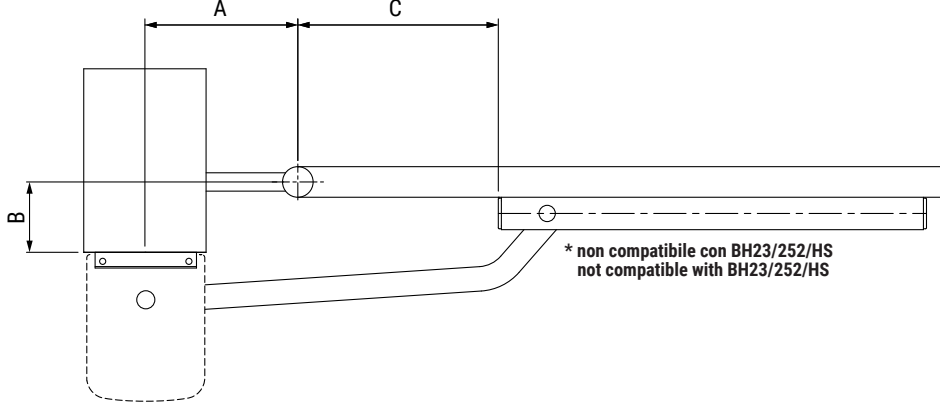

Fig. 1
1. Fixer l'étrier arrière KT209 (1) à niveau conformément aux cotes d'installation indiquées dans le tableaux (Fig. 1).
2. Le portail entièrement fermé, placer l'étrier avant KT218 (2), en respectant les cotes, si possible au centre du portail et au niveau d'une solide traverse. Fixer l'étrier à niveau avec le vantail du portail, comme indiqué dans la figure.
1. Asegure el soporte trasero KT209 (1) nivelado horizontal y verticalmente según las medidas de montaje de la tablas (Fig. 1).
2. Con la cancela completamente cerrada coloque el soporte delantero KT218 (2), respetando las medidas, posiblemente en el centro de la cancela y en un lado sólido. Fije el soporte nivelado de la hoja de la cancela, como se indica en la figura.
1. Fixe o suporte traseiro KT209 (1) em nível conforme as dimensões da instalação mostradas na Tabelas (Fig. 1).
2. Com o portão completamente fechado, posicione o suporte dianteiro KT218 (2), de acordo com as medições, possivelmente no centro do portão e em correspondência com um sólido transverso. Fixe o suporte em nível à portinhola do portão, conforme indicado na figura.